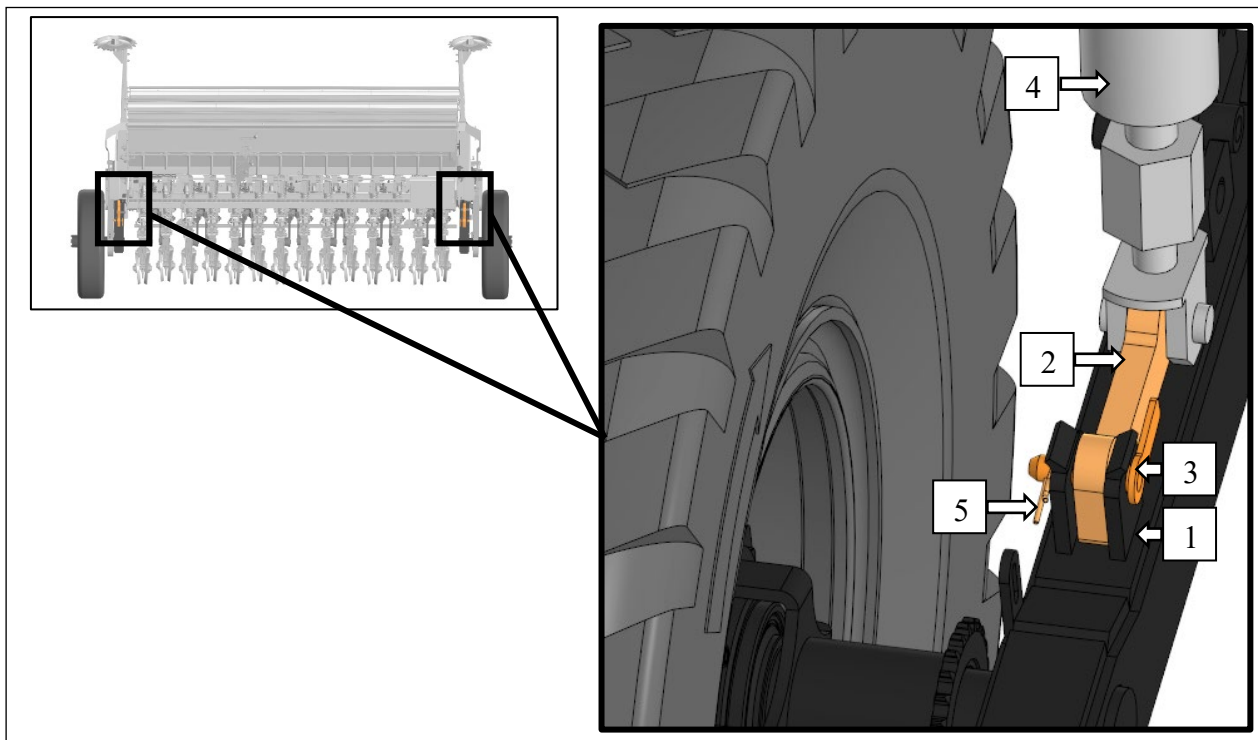

Рисунок 10 – Механизм подъёма и опускания сошников:
1. Перевести в транспортное положение механизмы опорно-приводных колёс сеялки, рис. 10. Для начала этой процедуры необходимо полностью поднять сошники. После этого необходимо соединить проушину балки опорно-приводного колеса (1) с рычагом гидроцилиндра (2) при помощи фиксатора (3), рис. 10.